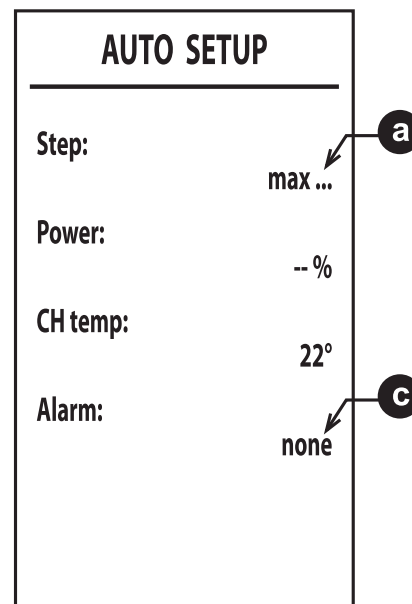

Рис. 39
6. После розжига горелка устанавливается на различные мощности (max, med, min – макс., средн., мин.), показываемые в точке **a** (рис. 39).
8. Если последовательность розжига, описанная в пункте «б», не дала положительных результатов, появляется сообщение **max_err** в точке **a** и код ошибки в точке **c** (рис. 39).